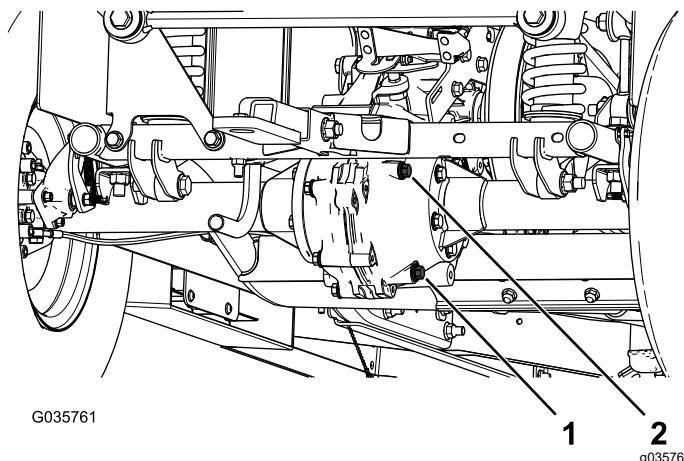

Figura 56
2. Retire el tapón de llenado del transeje (**Figura 56**).
3. Si el nivel de fluido es bajo, retire el tapón de llenado y añada el fluido especificado hasta que salga del orificio (**Figura 56**).
1. Coloque un recipiente debajo del tapón de vaciado (**Figura 56**).
2. Retire el tapón de llenado y la junta (**Figura 56**).
3. Retire el tapón de vaciado y la junta y deje que el fluido se drene completamente (**Figura 56**).